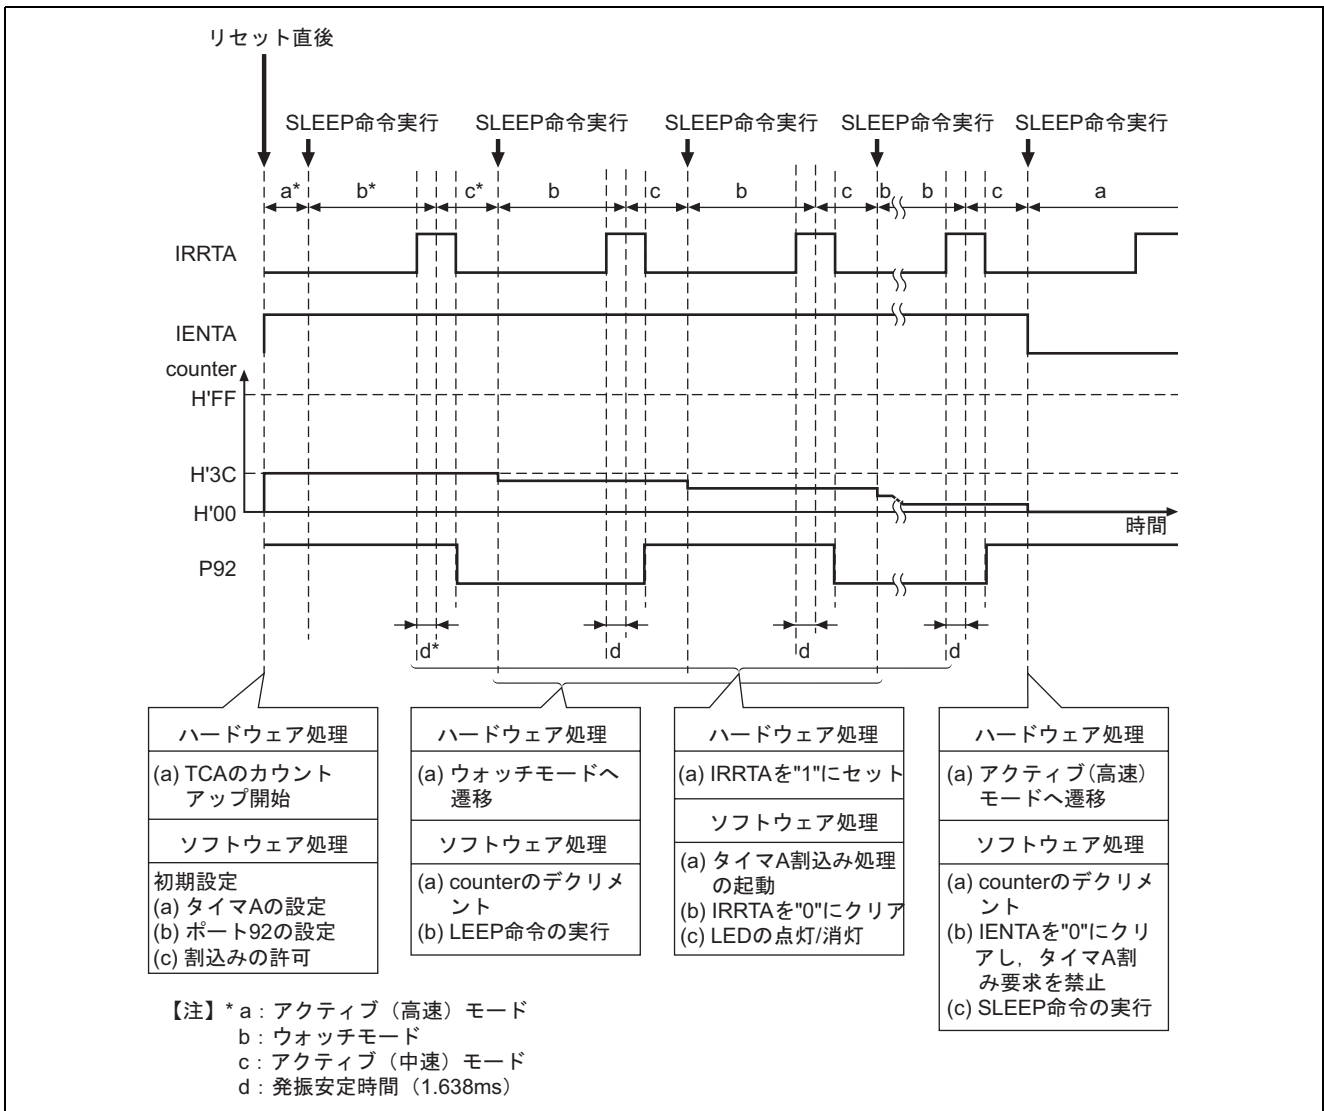

図2 アクティブ(中速)モードへの遷移の動作説明
(1) 図2に動作説明を示します。図2に示すようなハードウェア処理, およびソフトウェア処理によりアクティブ(中速)モードへの遷移を行ないます。